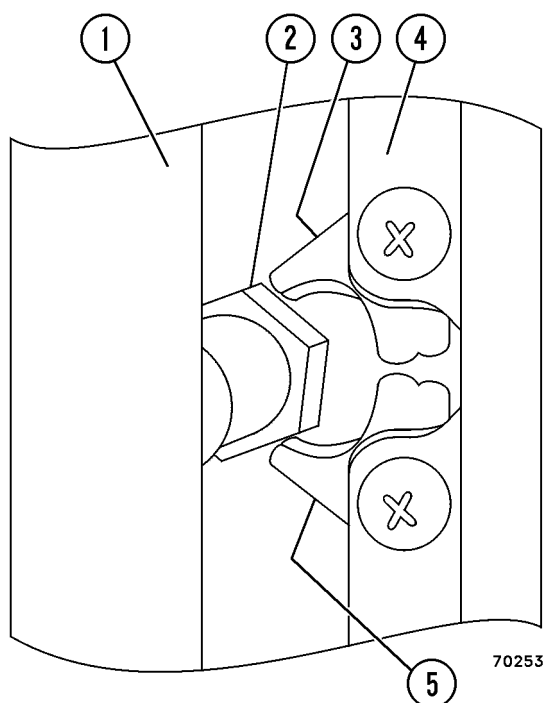

FIGURA 2-4. AJUSTE DEL POSTE LATERAL DE LA PUERTA
- Si la puerta pone resistencia al tratar de cerrarla, probablemente se ha soltado el perno del seguro (2, Figura 2-4) y se ha salido del punto donde el seguro engancha con el perno.
- Abra la puerta y cierre los pestillos (3) y (5) en el seguro hasta que se cierren completamente.